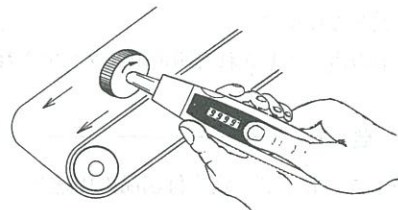

図3
- ・図3のように周速リングが測定対象と平行になるように押し当て測定スイッチを押しますと、回転確認表示LEDが点灯して周速度が表示されます。